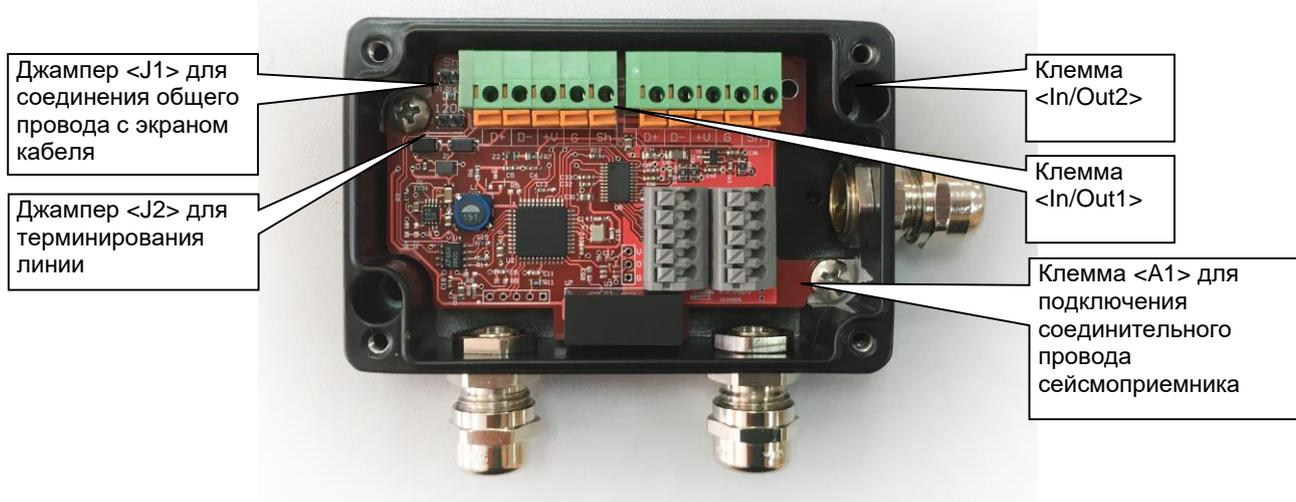

Рисунок 3 – Внешний вид платы электронного блока сейсмоприемника А1638
3.2.2 На рис.3 представлен общий вид электронного блока сейсмоприемника с обозначением клемм подключения.